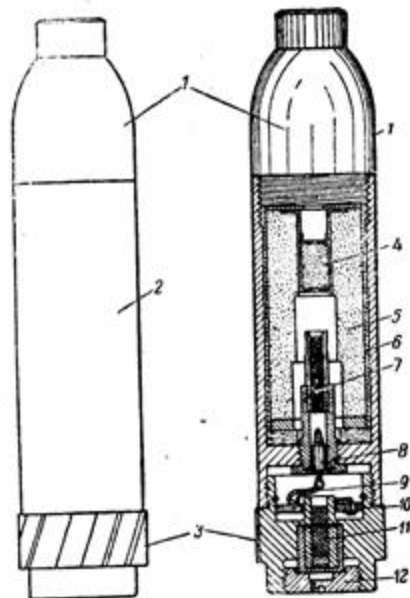

Рис. 18. Ружейная осколочная граната:
Осколочная ружейная граната G. Sprgr (рис. 18) предназначена для стрельбы только из ружейного гранатомёта и служит для поражения живых целей. Граната состоит из трёх частей: корпуса 2, взрывателя 1 и дна 3 с готовыми нарезками. В корпусе помещены: капсюль-детонатор 4, разрывной заряд 5 в картонном футляре 6 и тёрочный запал 8 с замедлителем 7. В донной части помещены: бечёвка 9, соединяющая тёрочный запал 8 с кольцом 10, замедлитель 11 и донная втулка 12 с отверстием.
2. Взять гранату за корпус в правую руку, левой рукой отвинтить дно 3 гранаты (см. рис. 18).